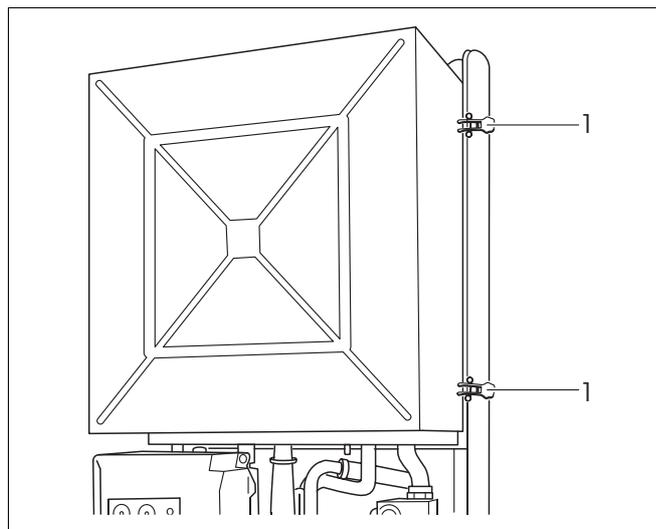

Abb. 33 Brennerraumdeckel abnehmen
- Schnellverschlüsse (Abb. 33, Pos. 1) öffnen und Brennerraumdeckel abnehmen.